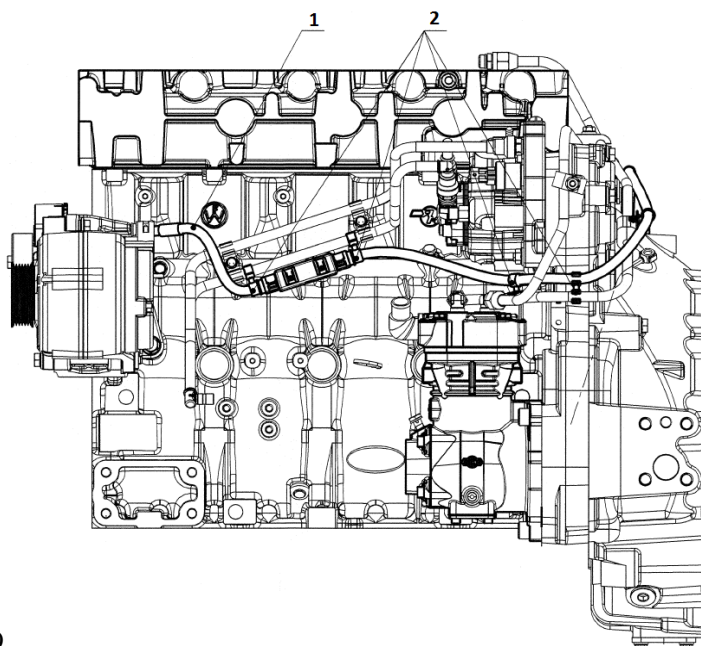

Рис. 9
2. Отсоединить скобы крепления (2) рис. 9 от провода «стартер-генератор» (1).